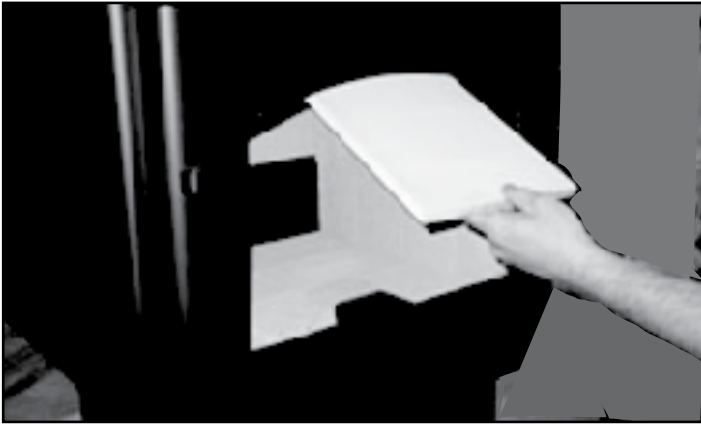

Figure 23.1 - Déflecteur
2. La plaque-défecteur est en deux parties. Quand la laine céramique isolante est en place, glissez une des parties du déflecteur par-dessus l'autre et sortez-la par l'ouverture de la porte, puis enlevez la partie du bas (**Figure 23.1**).